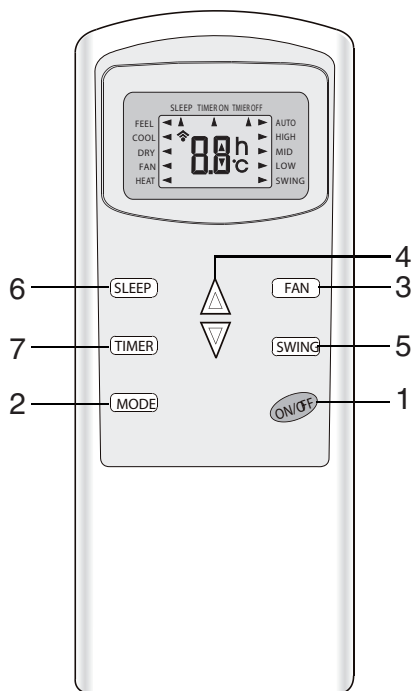

Рис. 5.2
5.2.1 Для управління кондиціонером застосовується бездротової інфрачервоний дистанційний пульт (рис. 5.2).
5.2.2 Коментарі до рис. 5.2 див. таблицю 5.1.